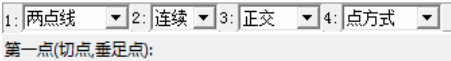

图 4-51 直线立即菜单选项
2) 选择下拉菜单“绘图”→“直线”命令，或者单击“绘图工具”工具栏上的“直线”按钮，设置立即菜单选项为“连续”和“正交”，如图 4-51 所示。